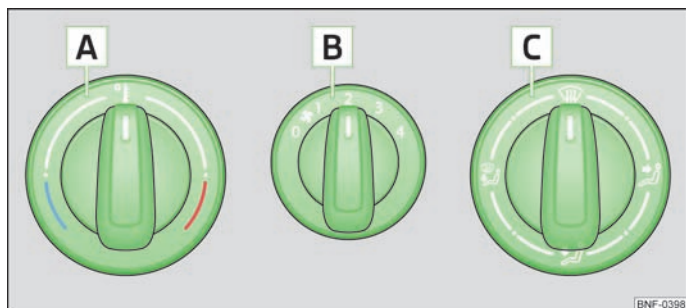

Fig. 58 Aquecimento: Elementos de comando
- Rode o comando rotativo [A] » Fig. 58 para a direita, para aumentar a temperatura.
- Rode o botão do ventilador [B] » Fig. 58 para uma das posições 1 a 4, para ligar o ventilador.
- O regulador da distribuição do ar [C] » Fig. 58 permite orientar o fluxo de saída de ar » Página 54, Difusores de ar.
- Elementos de comando **A**, **B**, **C** » Fig. 58.